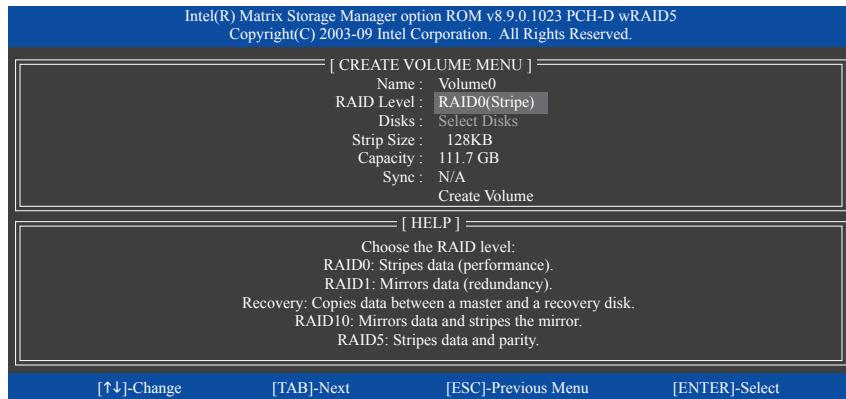

図 4
**CREATE VOLUME MENU** スクリーンに入った後、Name アイテムの下で 1~16 文字(文字に特殊文字を含めることはできません)のボリューム名を入力し、<Enter> を押します。次に、RAID レベルを選択します(図4)。サポートされる RAID レベルには RAID 0、RAID 1、Recovery(リカバリ)、RAID 10、RAID 5 が含まれています(使用可能な選択は取り付けられているハードドライブの数によって異なります)。